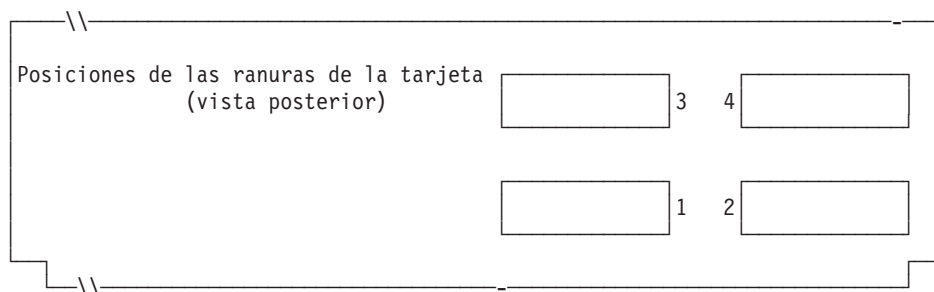

Figura 74. Parte posterior del Terminal de Punto de Venta IBM 4693-5x1 o 4693-7x1
4. En la Figura 74 marque con una X cada ranura de tarjeta que tenga instalado un Adaptador Asíncrono Dual *para que lo utilicen las aplicaciones de terminal*. No ponga ninguna X si la tarjeta va a ser utilizada por aplicaciones distintas a las de terminal.